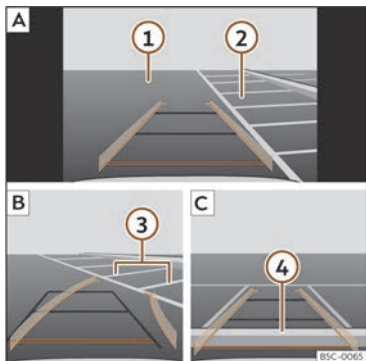

Fig. 152 Visualización na pantalla do sistema de infotainment: aparcamento co asistente de marcha atrás.
Lenda da >>> **fig. 152:**
- Coloque o vehículo diante do espazo de aparcamento >>> **fig. 152 2 A**.